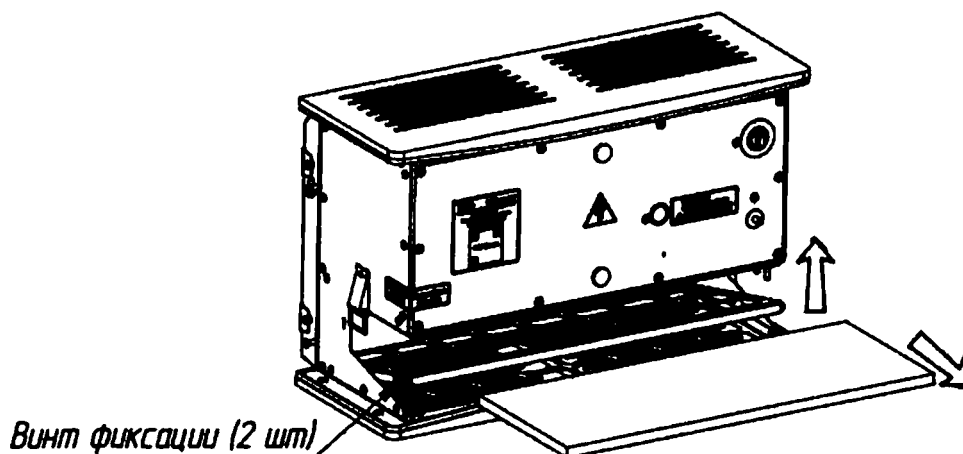

Рисунок 6.3 – Извлечения фильтра первичной очистки
6.2.3 Освободить решётку фильтра первичной очистки, ослабив винты у фронтальной плоскости по краям решётки, поднять её вверх и вытащить фильтр первичной очистки (рисунок 6.3).